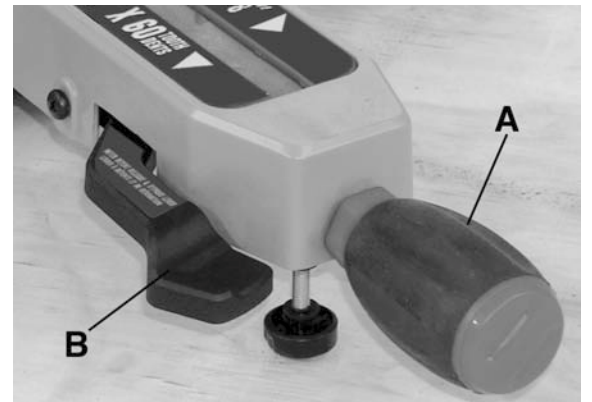

Figure 4
La scie est fournie presque complètement assemblée. Il vous faudra monter la poignée de verrouillage de l'onglet (A, fig. 4) en premier. Installez la poignée de l'onglet en la vissant comme illustré. Cette poignée sert à verrouiller et déverrouiller la table de l'onglet à l'angle désiré. **Une fois l'angle de l'onglet réglé, utilisez la poignée de verrouillage de l'onglet pour verrouiller la table.** **AVERTISSEMENT!** Avant de procéder à une coupe, vérifiez que la poignée de verrouillage de l'onglet est bien serrée.
La scie est dotée de butées à 0°, 15°, 22,5°, 30° et 45° à gauche et à droite. Lorsque la table est tournée, elle s'arrête à la butée suivante. Lorsque le levier à détente Fig.4 est enfoncé et relâché entre les butées, la table s'arrêtera à la prochaine butée. Si le levier à détente (B) Fig.4 est appuyé et maintenu en place, la table continuera à tourner et contourner les butées. Une fois l'angle désiré est obtenu, utilisez la poignée de verrouillage de l'onglet pour verrouiller la table.